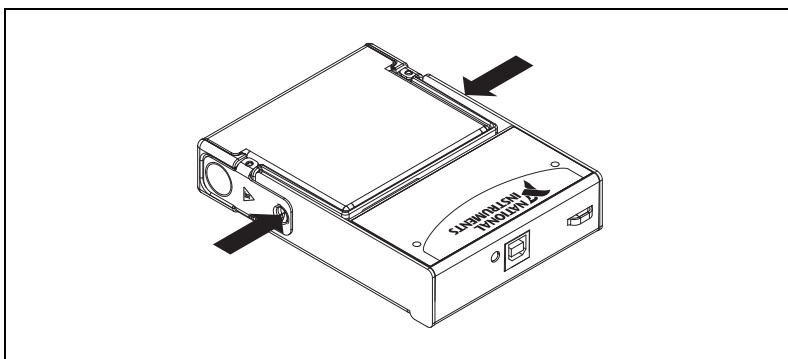

图 4 锁定模块
5. 如图 4 所示，用力按压 NI 9237 模块与外盒的连接部分，直至模块固定到位。